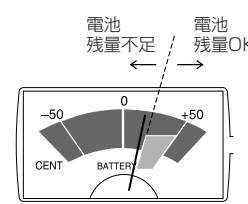

図1
パワースイッチを“OFF”から“AUTO”または“MANL”にした時、約2秒間メーターにより電池の残量を表示します。この時、メーターの指針が図1のようにBATTERYのバーより左側にある場合は電池が消耗していますので、ただちに新しい電池と交換するか、当社指定のACアダプター(AC-05またはAC-320)をDC9Vジャック⑩に接続してご使用ください。
For about 2 seconds after switching the power from "OFF" to "AUTO" or "MANL", the VU meter needle will indicate the charge remaining in the battery. If the needle rests to the left of the battery check bar (refer to Figure 1 below), the battery needs to be replaced.
(Figure 1)